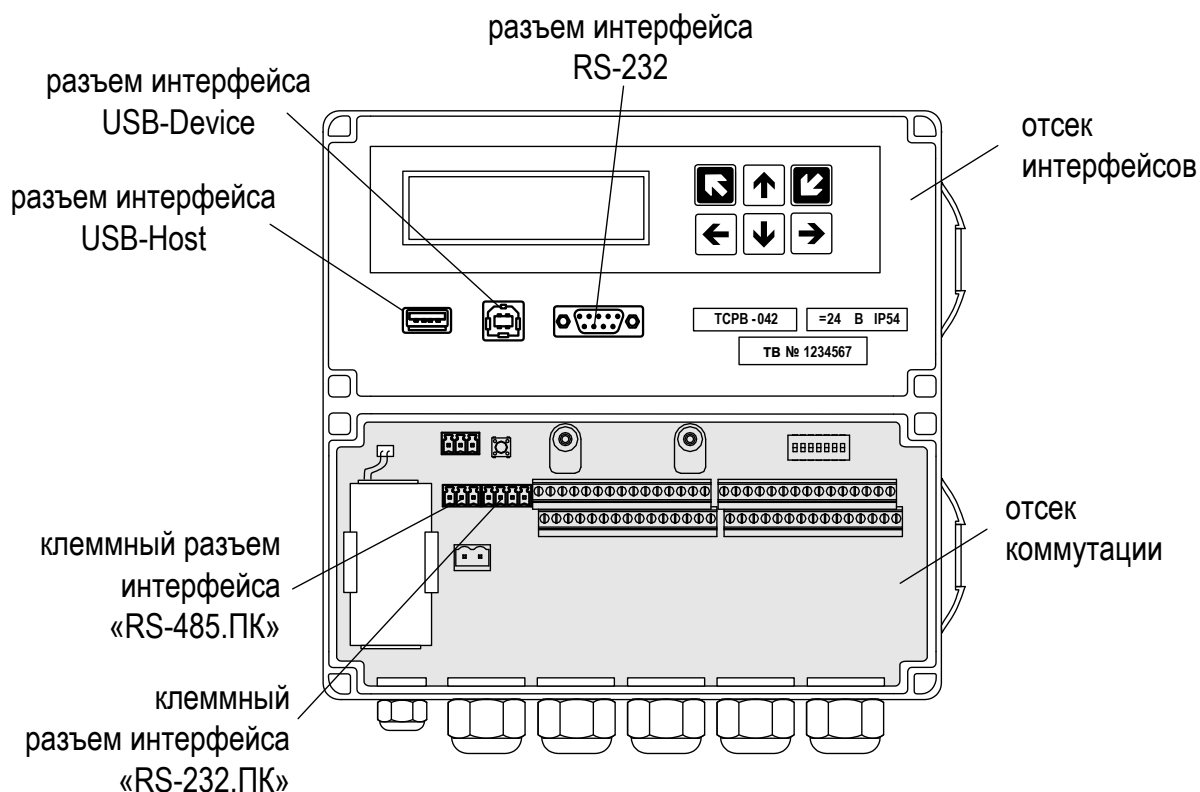

Рис.14. Размещение интерфейсных разъемов тепловычислителя.
6.3.1.1. Для связи с внешними устройствами в тепловычислителе предусмотрены последовательные интерфейсы RS-232, RS-485, USB-Device и USB-Host. Размещение интерфейсных разъемов в отсеках ТВ показано на рис.14 (крышки отсеков условно не показаны).